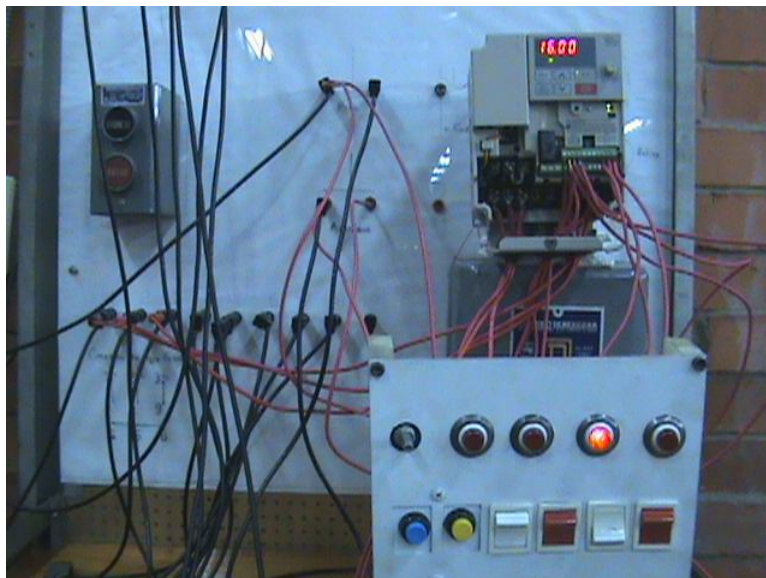

Figura 5.22.4 Velocidad 2 activada.
Para la segunda velocidad se formó el número 2 binario (010) y para esto se abrió el primer interruptor y se cerró el segundo de derecha a izquierda. La frecuencia cambió a 16 Hz y foco indicador nos muestra la velocidad activada. (Figura 5.22.4)